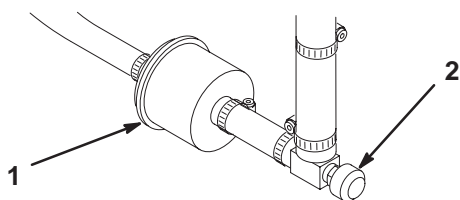

Figure 40
Le filtre à carburant est incorporé dans la conduite d'alimentation, entre le réservoir de carburant et le carburateur (Fig. 40). Remplacez le filtre toutes les 800 heures de fonctionnement, ou plus tôt si le débit de carburant est limité. Vérifiez que la flèche qui se trouve sur le filtre pointe bien dans la direction opposée au réservoir de carburant.
1. Fermez le robinet d'arrivée de carburant, desserrez le collier de flexible (Fig. 40) côté carburateur et débranchez la conduite d'alimentation du filtre.
2. Placez un bac de vidange sous le filtre, desserrez l'autre collier de flexible et déposez le filtre (Fig. 40).